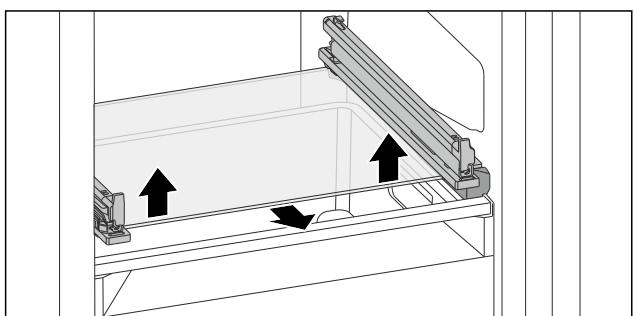

Fig. 133 A lebillenthető fiók üveglapja
- ▶ Tolja alulról felfelé az üveglapot mindkét oldalon. (lásd Fig. 133)